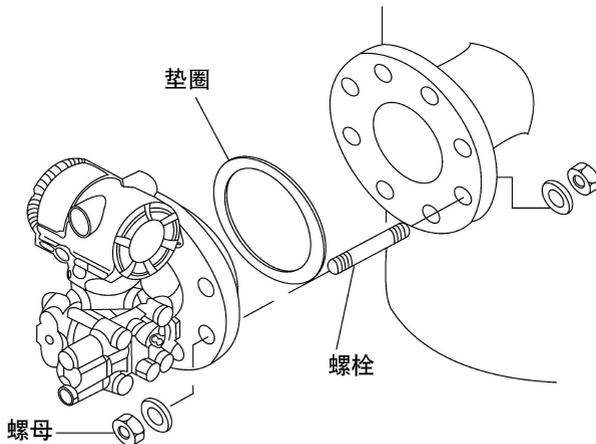

图 4-5 法兰式液位变送器安装实例
- (1)变送器可按图 4-5 所示高压侧连接到法兰安装。液罐侧的配对法兰、垫圈、螺栓、螺母由使用者自备。
- (2)请确保垫圈的内径大于隔膜密封器垫圈面(笔)，如果使用垫圈内径小于隔膜垫圈内径，垫圈可能影响隔膜的正常动作而引起误差。